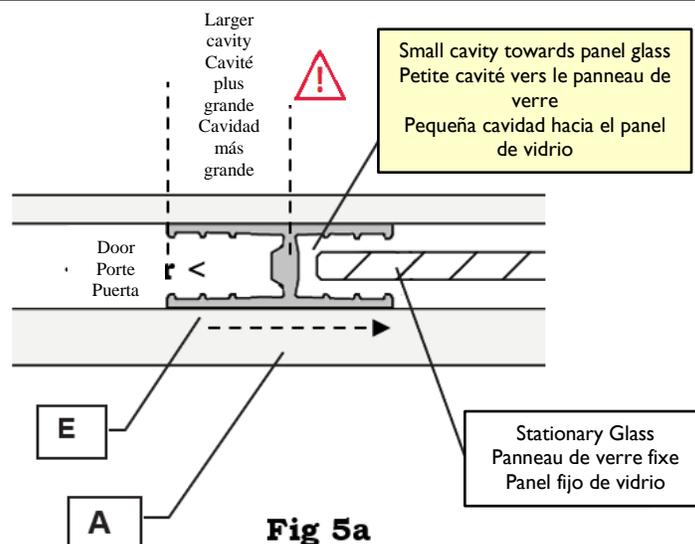

Fig 5a
1. Set the **InLine Post (E)** into the **Sill (A)** and slide the side with the smaller cavity onto the edge of the **Stationary Glass (D)**. (Fig 5a/5b)
**NOTE:** The **InLine Post (E)** must be installed correctly with the large cavity toward the Door side and the smaller cavity toward the Panel Glass.
1. Placez le **poteau en ligne (E)** dans le **seuil (A)** et faites glisser le côté avec la plus petite cavité sur le bord du **panneau de verre fixe (D)**. (Fig. 5a/5b)
**REMARQUE :** Le **montant en ligne (E)** doit être installé correctement avec la grande cavité vers le côté de la porte et la plus petite cavité vers le panneau vitré.